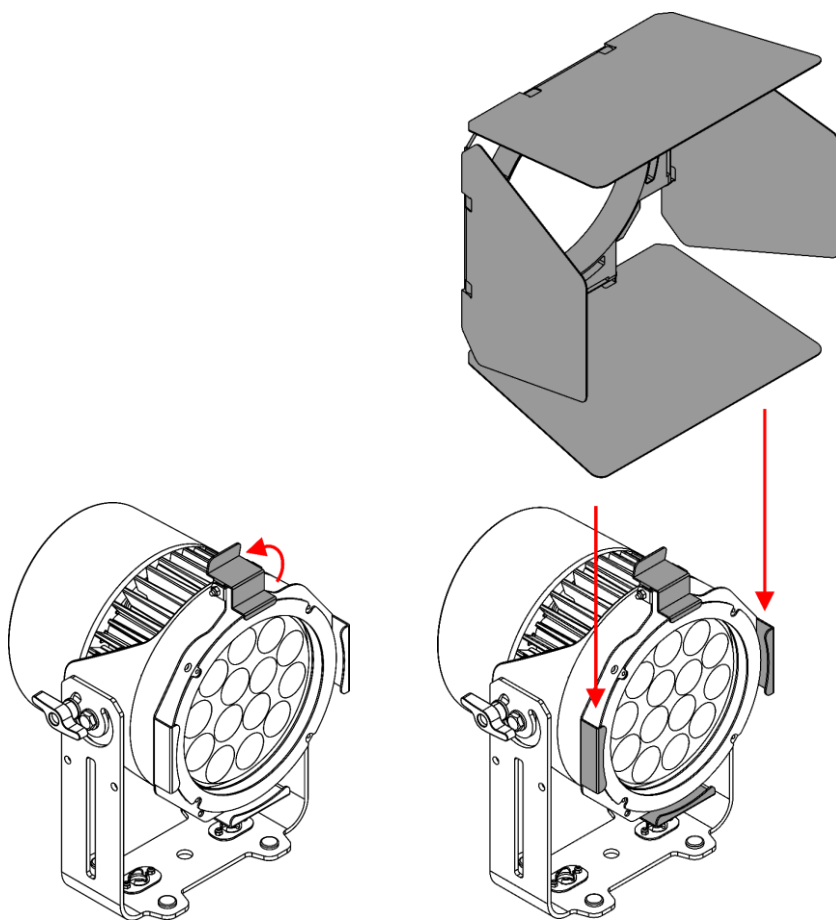

Fig. 09
- 02) Sollevare il clip di fissaggio a molla del Supporto per l'accessorio e ruotarlo all'indietro (Fig. 09).